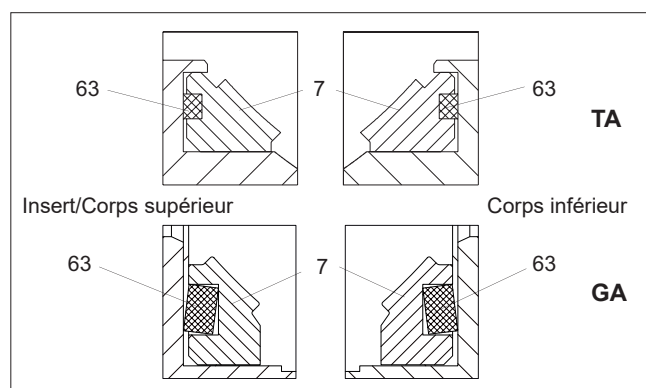

Fig. 24 Sièges S
- Monter les joints (63) sur le siège (7) comme indiqué sur la figure 24. Placer le siège dans le logement du corps (1).